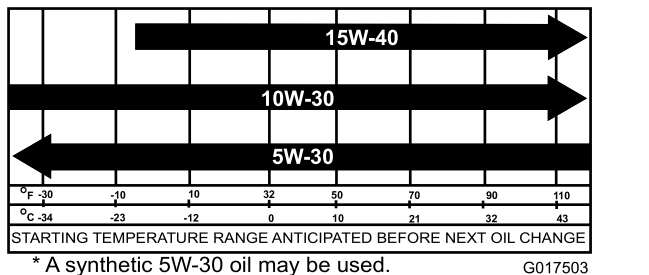

Figure 36
5. Remplissez le carter de l'huile spécifiée (Figure 36).